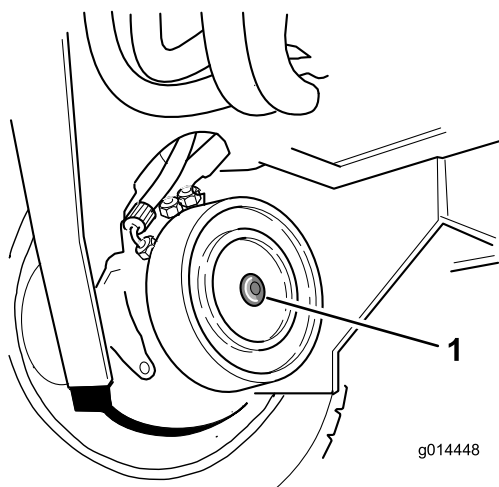

Figura 35
2. Individuate il gruppo del freno a disco del motore della ruota anteriore destra e rimuovete il tappo esagonale (Figura 35).